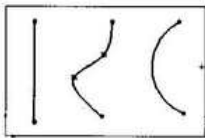

图 2-26 绘制草图实体
(3) 使用草图工具栏中的（直线）工具、（样条曲线）工具、（圆弧）工具在实体矩形框中任意绘制出如图 2-26 所示的草图实体。然后单击草图工具栏中的（延伸实体）工具，选取其中的一条线段进行操作，但会发现操作无法顺利进行，原因是（延伸实体）工具不能将一段直线或样条曲线延伸到特征实体的边线上。